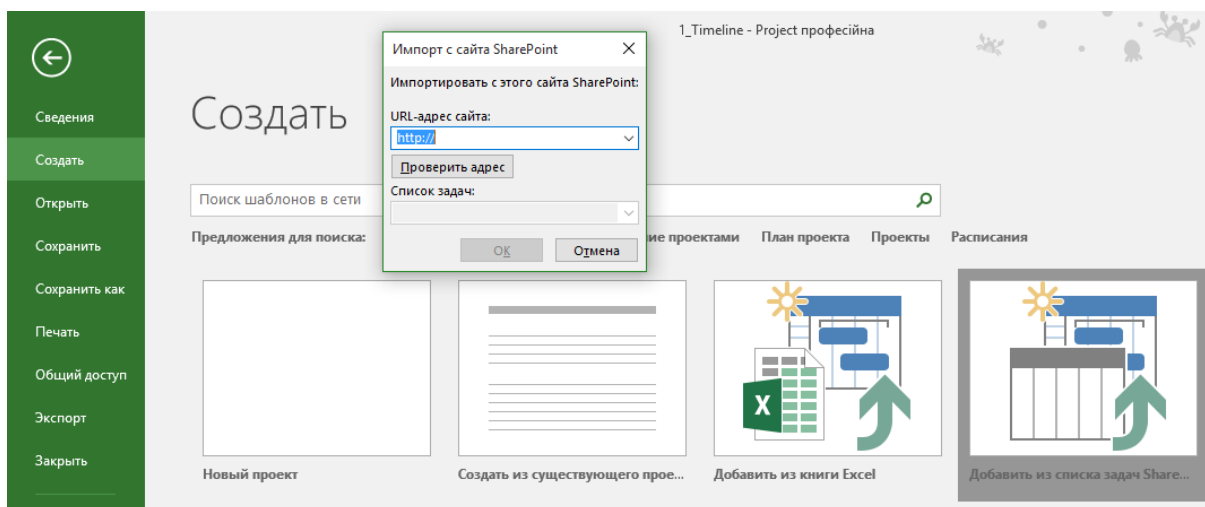

Рисунок 2.23 – Создание проектов из списка задач SharePoint (PRO)
2. Создание проектов из списка задач SharePoint (PRO) – преобразование текущих списков задач SharePoint® Foundation 2013 в проект в Microsoft Project 2016 (см. рисунок 2.23).